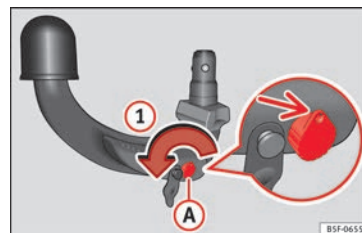

Fig. 226 Passaggio 1
- Girare la chiave nel senso della freccia **1** finché la parte bucata raggiunge la sua posizione superiore ►► **fig. 226.**